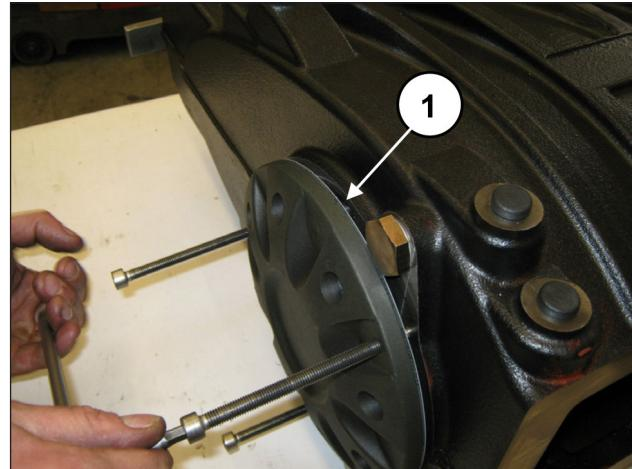

Fig. 29
Apretar los 3 tornillos M8 gradualmente (pos. ①, Fig. 29) para evitar que la tapa se incline demasiado y se bloquee en su alojamiento.